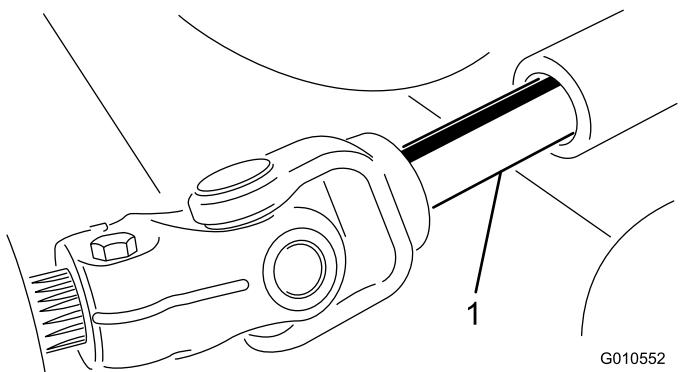

Figura 26
3. Allontanate l'apparato di taglio dal trattorino, separando le sezioni maschio e femmina dell'albero della presa di forza (Figura 26).
3. Inserite l'albero della presa di forza maschio nell'albero della presa di forza femmina (Figura 26).